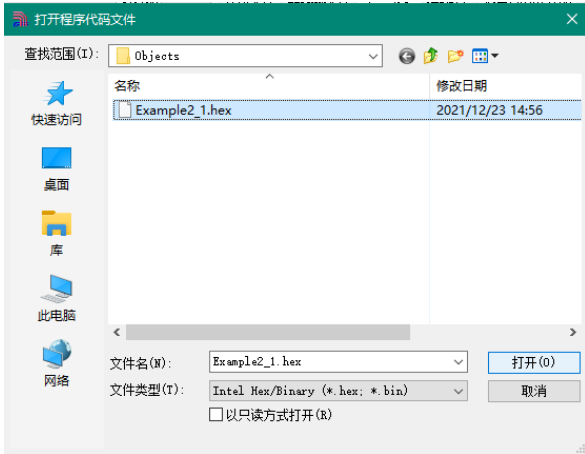

图 2-25 选择.hex 文件
(4) 单击【打开程序文件】，则会弹出如图 2-25 所示的窗口，选择前面建立的路径文件中的.hex 文件，选中后单击打开。